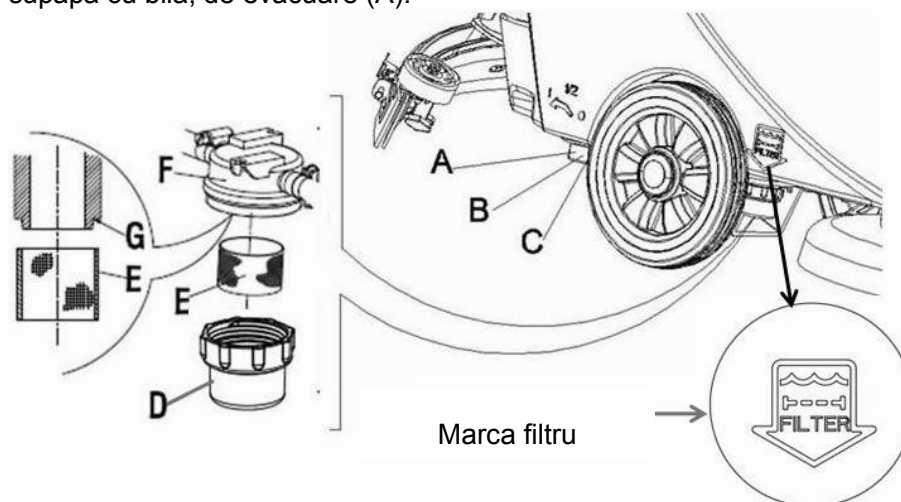

Figura 17
3. Apăsăți comutatorul (41) la poziția "O" și opriți mașina.
4. Închideți supapa cu bilă (A, Figura 17) amplasată la partea inferioară a mașinii, în spatele roților. Puneți supapa cu bilă B pe poziția deschis, iar supapa cu bilă C pe poziția închis.
5. Scoateți capacul transparent (D), apoi scoateți filtrul (E), și apoi puneți-le în cutia filtrului (F) după curățare.